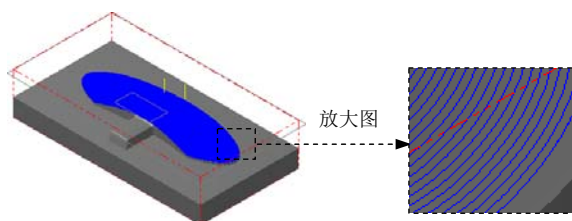

图 9.35 刀具路径
(1) 设置曲面加工参数。在“曲面精加工环绕等距”对话框中单击 **曲面参数** 选项卡，在 **预留量** **预留量** (此处翻译有误，应为“干涉面预留量”) 文本框中输入值 0.5，**曲面参数** 选项卡中的其他参数采用系统默认设置值。
(2) 设置环绕等距精加工参数。
① 在“曲面精加工环绕等距”对话框中单击 **环绕等距精加工参数** 选项卡, 在 **环绕等距精加工参数** 选项卡的 **大切削间距 (M)** 文本框中输入值 0.3, 在 **整体误差 (T)...** 文本框中输入值 0.01。
② 在 **环绕等距精加工参数** 选项卡中选中 ☒ **切削顺序依照最短距离** 与 ☒ **由内而外环切** 复选框。
③ 单击 **间隙设置 (G)...** 按钮, 在系统弹出的“刀具路径的间隙设置”对话框的 **位移小于允许间隙时, 不提刀** 区域的下拉列表中选择 **沿着曲面 (s)** 选项。单击 ☒ 按钮, 系统返回至“曲面精加工环绕等距”对话框。
④ 单击“曲面精加工环绕等距”对话框中的 ☒ 按钮, 同时在图形区生成图 9.35 所示的刀具路径。